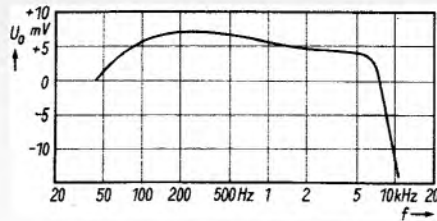
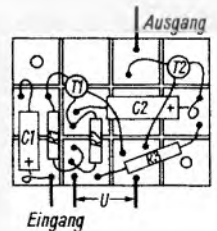

Bild 2. Frequenzgang bei Aufnahme und Wiedergabe
Bild 1. Die Karos ersetzen die beliebig geführten Strom- und Spannungspfade auf geätzten kupferkaschierten Platten.
Bei Mikrofonaufnahmen dient der Wiedergabeverstärker als Vorverstärker; dabei wird der Frequenzgang durch Umschaltung linearisiert (Bild 2). Am Ausgang des Regelverstärkers steht nun das Signal für den Endverstärker und zur Speisung des A/W-Kopfes zur Verfügung. Die Lautstärke- und Klangeinstellung erfolgt erst nach dem Regelverstärker; daher ist die Aufnahme von der eingestellten Lautstärke und dem gewählten Klangbild unabhängig.
7. Zeilen-Endstufe für eine Hochspannung von 18 kV und eine Bildablenkung von 110° mit einem Linearitätsfehler von weniger als 5 % (Bild 2).
Bild 2. Modul-Baustein der Zeilen-Endstufe. Da keine Röhren verwendet werden, ist der Anblick ungewohnt. Oben ist der lange Hochspannungs-Stabgleichrichter zu erkennen
Rechts: Bild 2. Aufbau eines einfachen Telefonadapters auf einer Platine mit Karomuster
Zunächst zeichnet man auf einem Papierbogen – der zum leichteren Arbeiten mit Karos bedruckt sein kann – ein Netz großflächiger Karos (z. B. 1 cm Kantenlänge), auf das die Schaltung so aufgebaut wird, daß die Knoten- und Verbindungspunkte gleicher Polarität und gleichen Potentials auf ein oder – wenn sich dadurch eine günstigere Verteilung der Bauelemente ergibt – mehreren Karos zusammengefaßt sind (Bild 1). Bild 2 zeigt als Beispiel für den Aufbau die Schaltung eines einfachen Telefonadapters.
Rechtecke zerlegen (gestrichelte Linie in Bild 1). Das Auflöten der Bauelemente erfolgt nach dem Plan, wobei es sich empfiehlt – um Überhitzung des Kupferbelages zu vermeiden – mehrere zusammengehörige Drähte für eine Lötung zusammenzufassen. Die Rückseiten der Karoplaten bleiben frei; man kann sie daher auch auf metallischen Unterlagen befestigen.